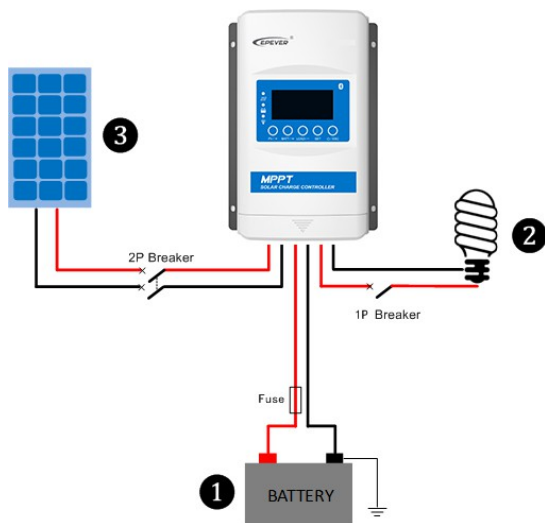

Figura 2-2 Schema de conectare
Pasul 2: Conectați sistemul în ordinea ❶ baterie → ❷ încărcare → ❸ PV array în conformitate cu figura 2-2," Schema de cablare" și deconectați sistemul în ordinea inversă ❸ ❷ ❶.